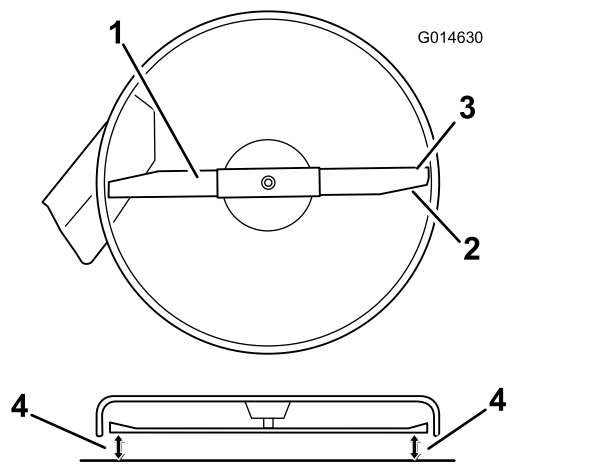
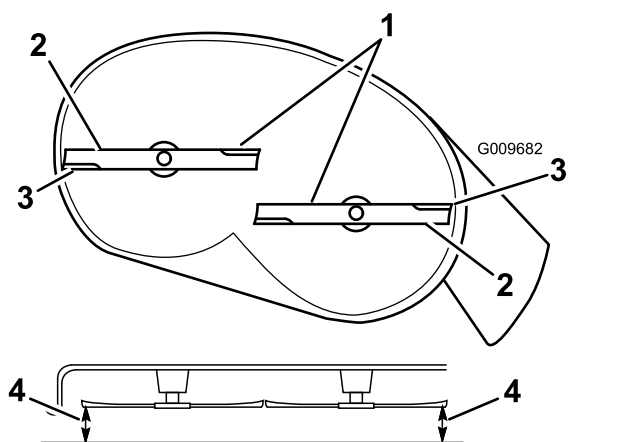

Figura 60
Figura 61
4. Girate con cautela la(e) lama(e) in modo che sia(no) disposta(e) lateralmente (Figura 60 e Figura 61).
5. Misurate la distanza tra i taglienti esterni e la superficie piatta (Figura 60 e Figura 61).